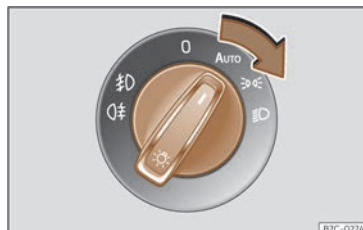

Abb. 77 Schalttafel: Lichtschalter.
- Schalten Sie die Zündung ein und stellen Sie den Lichtschalter in die gewünschte Position >>> (Abb. 77):